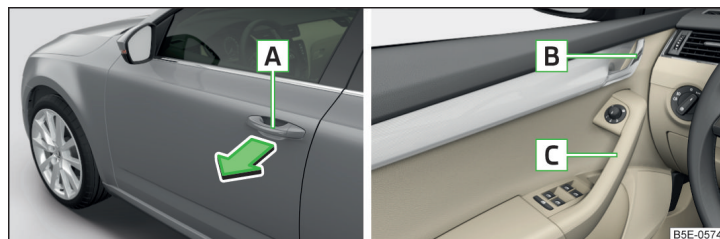

Fig. 52 Tirador/palanca de apertura de la puerta
- Para **abrir desde afuera**, desbloquear el vehículo y tirar en el tirador **A** en el sentido de la flecha » fig. 52.